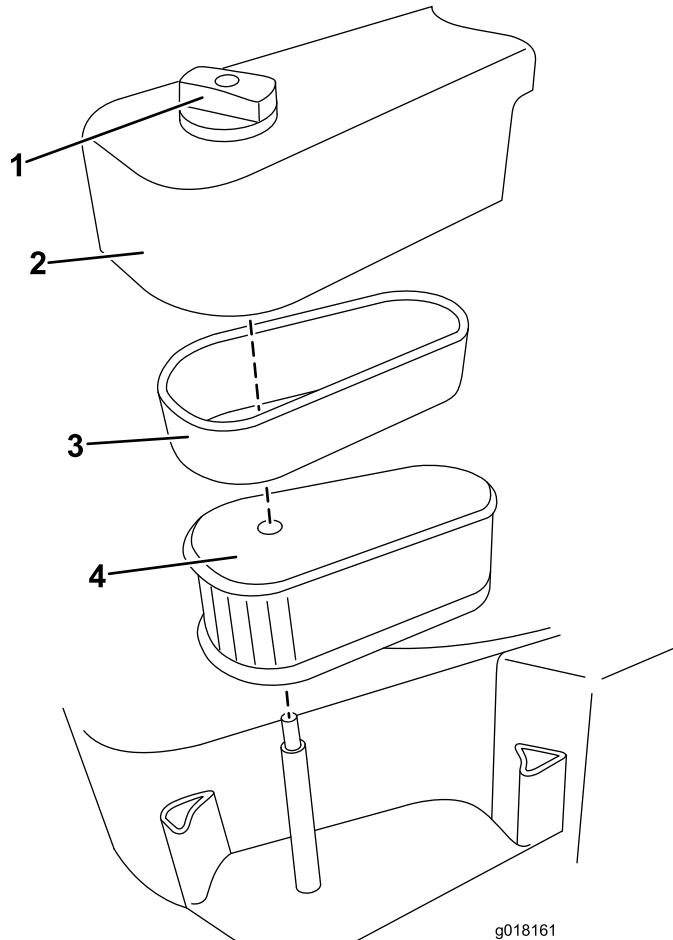

Figura 17
- Desaperte o manípulo que prende a cobertura do filtro do ar (Figura 17).
- Retire cuidadosamente o filtro de esponja e o cartucho em simultâneo, depois separe o filtro de esponja do cartucho (Figura 17).
- Coloque a tampa (Figura 17).